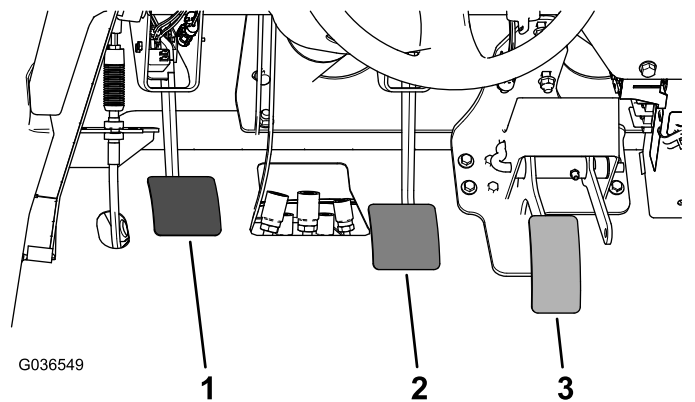

Figura 59
2. Tire hacia arriba del pedal de freno (**Figura 59**) hasta que entre en contacto con el bastidor.
3. Afloje las contratueras que fijan la horquilla al eje del cilindro maestro (**Figura 59**).